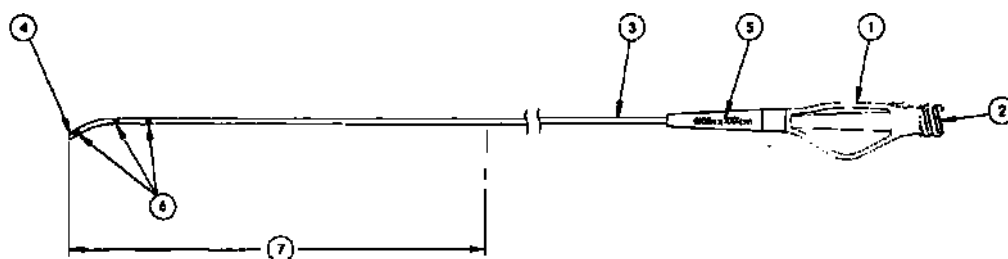

Figure 1. Catheter de soutien coude TrailBlazer™
Comme indique sur la Figure 1, la lumiere commence (2) a l'extremite proximale du collecteur (1) et se poursuit dans le catheter (3) jusqu'a l'extremite distale coudee (4). La lumiere permet de passer le catheter sur un guide. Le diametre et la longueur utile du guide compatible sont indiquees sur le reducteur de tension (5). Le corps distal du catheter comporte trois marqueurs radio-opaques (6) qui aident a positionner le catheter. Les 40 premiers cm de l'extremite distale du catheter (7) sont recouverts d'un revetement hydrophile.